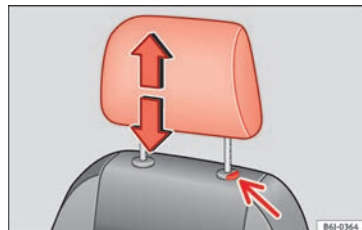

Fig. 141 Réglage ou démontage de l'appuie-tête.
- Appuyez sur le bouton » fig. 141 (flèche).